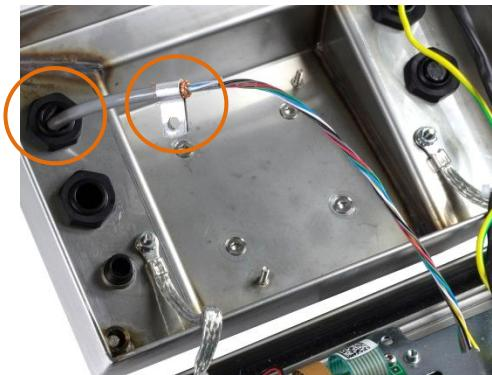

Figura 2-31: Cable de la celda de carga entrando en la caja del IND236, con pinza de conexión a tierra del chasis
1. El cable de la celda de carga se dirige hacia dentro de la caja a través del casquillo para cable indicado en la Figura 2-31.